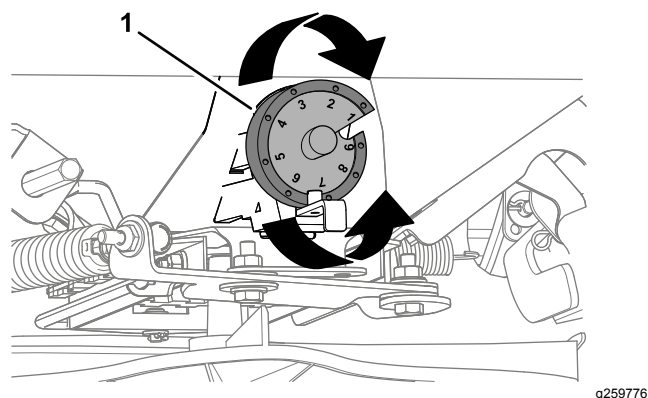

Figure 30
- Tournez la came de dosage (Figure 30) à la position de réglage déterminée à l'opération 4.